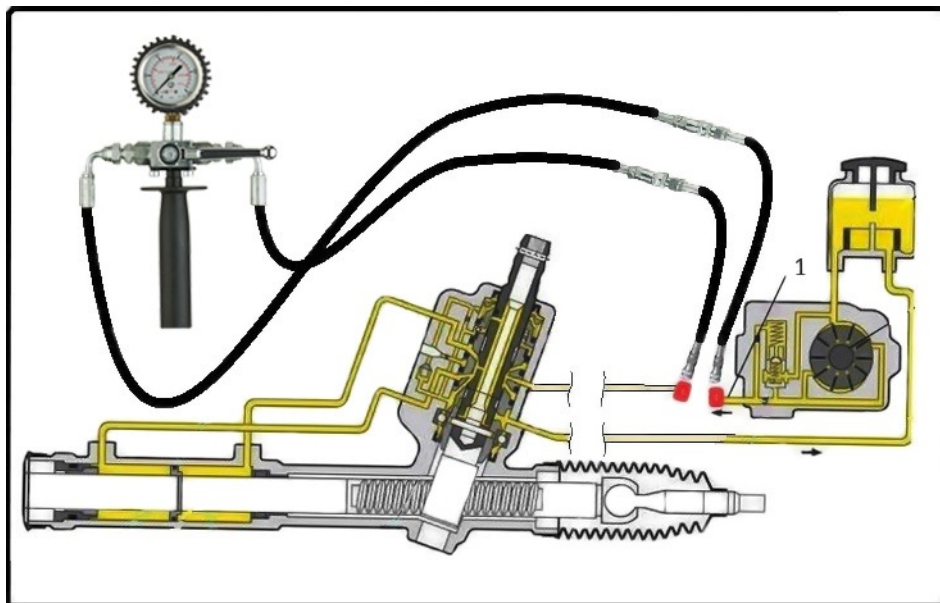

Figura 2. Conexión del probador al sistema de dirección hidráulica:
1. Conecte el probador a la bomba y a la tubería de alta presión como se muestra en la figura 2: